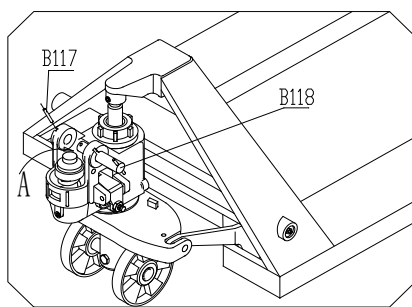

Рисунок 1.
- См. рис.1. Пружинный штифт В117 извлекается из осевого штифта В118 перед извлечением шкворня поворотной цапфы В118.